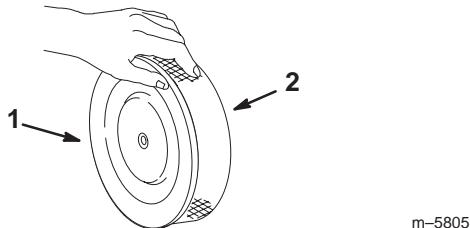

Figure 40
- Tapotez doucement l'élément sur une surface plane pour faire tomber la poussière et la saleté (Fig. 40).